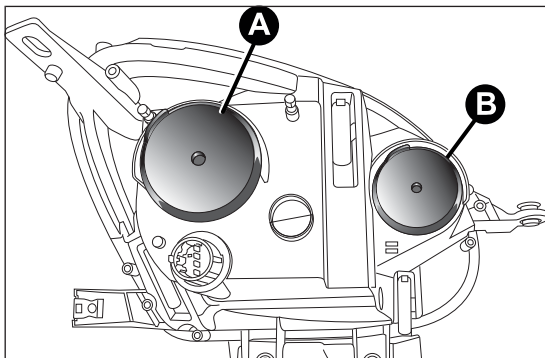

fig. 115
Contengono le lampade delle luci anabbaglianti, abbaglianti e direzione. La disposizione delle lampade è la seguente fig. 115:
- togliere il coperchio A fig. 115 ;
- rimontare infine il coperchio A fig. 115 .
- togliere il coperchio B fig. 115;